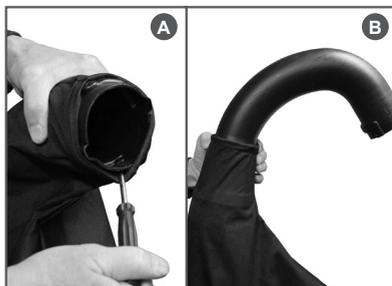

Рис. 6 Установка мешка на разгрузочную трубу
- б) Наденьте мешок на разгрузочную трубу. Для этого нужно расстегнуть молнию мешка, вставить разгрузочную трубу в мешок тонким концом вперед и протолкнуть трубу через крепёжный элемент мешка (Рис. 6А). Проденьте трубу до конца и плотно зафиксируйте мешок на разгрузочной трубе (Рис. 6В).